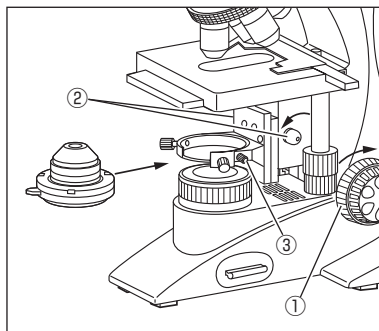

図5
1. 粗動ハンドル①を調整してステージを最高の位置にします。(図5)
2. コンデンサー上下ノブ②を調整して、コンデンサー用ブラケットの位置を適当な場所に降ろします。
3. コンデンサーの固定ネジ③を緩めます。
5. 固定ネジ③を固定し、コンデンサー上下ノブ②を調整して、最高の位置にします。